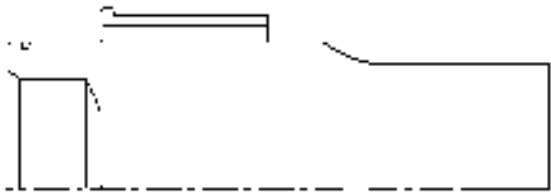

图 8-80 绘制左端第二处倒角后的图形
5) 单击“绘图”工具栏中的“直线”按钮 , 以坐标点 (203,225)、(@0,21.5)、(198,255)、(174,370) 绘制左端第二处倒角线, 将两倒角间用直线连接, 结果如图 8-80 所示。